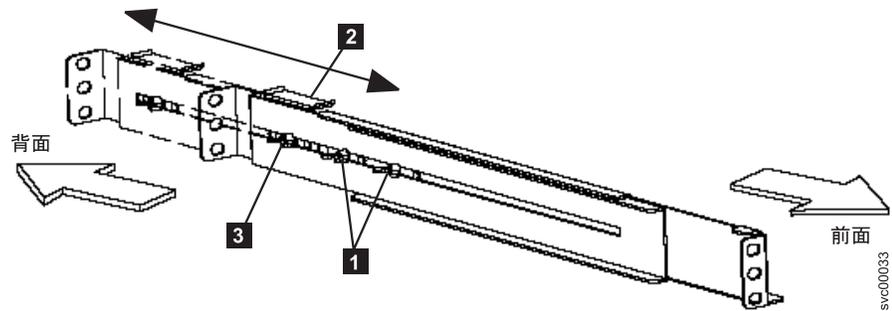

図 26. 2145 UPS-IU でのレールの縦の長さの調整
3. 両方のレール・アセンブリーのアセンブリー・ウィング・ナット (図 26の **1** を参照) を緩め、ラックの縦の長さに合わせてレール・サイズを調整します。
4. 後部の押さえブラケット **2** をレール・アセンブリーの端に位置付け、ウィング・ナット **3** を締めます。図 26を参照してください。